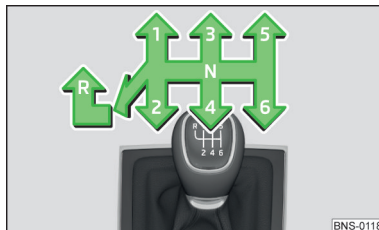

Fig. 247
En la palanca de cambios se presenta el esquema de cambio para cada posición de marcha » fig. 247.
- Presionar hacia abajo la palanca de cambio y colocarla completamente hacia la izquierda y luego hacia adelante en la posición **R** » fig. 247.